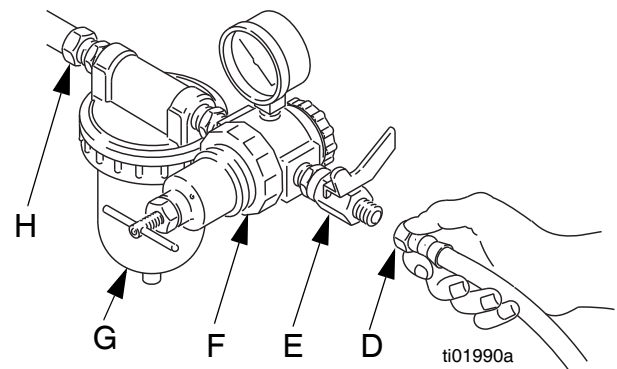

FIG. 5: Conecte las líneas de aire
- Si el suministro de aire regulado no tiene un filtro, instale un filtro de aire (G) en cada una de las líneas de aire para garantizar un suministro de aire limpio y seco a la pistola. La suciedad y la humedad pueden arruinar la apariencia del acabado final de la pieza trabajada. Vea la FIG. 5.